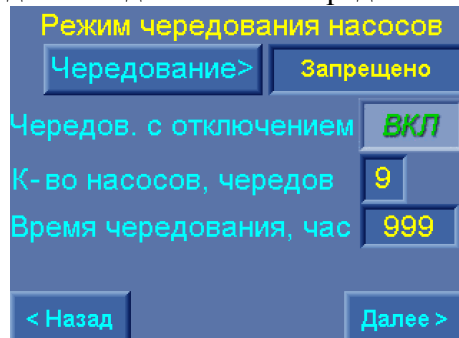

Рис. 4.23. Меню Режим чередования насосов
Функция чередования насосов программируется от экрана меню Режим чередования насосов (рис. 4.23).
3) Определить порядок чередования насосов. При выборе способа чередования «По наработке» на экране меню (рис.4.23) появляется строка «Чередование с отключением». При нажатии клавиши **ВКЛ / ВЫКЛ** задается порядок чередования: **С отключением насосов / Без отключения насосов**.